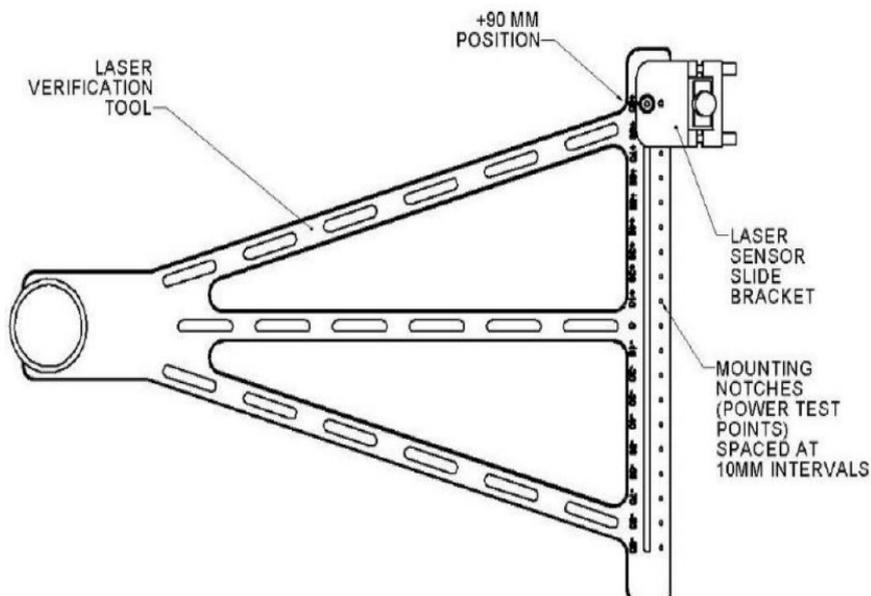

Figura 63: Suporte deslizante do sensor laser em local de entalhe de +90 mm.
- Coloque o suporte deslizante do sensor laser no local do entalhe de +90 mm da ferramenta de verificação do laser, conforme mostrado na Figura 63 e indicado no software.